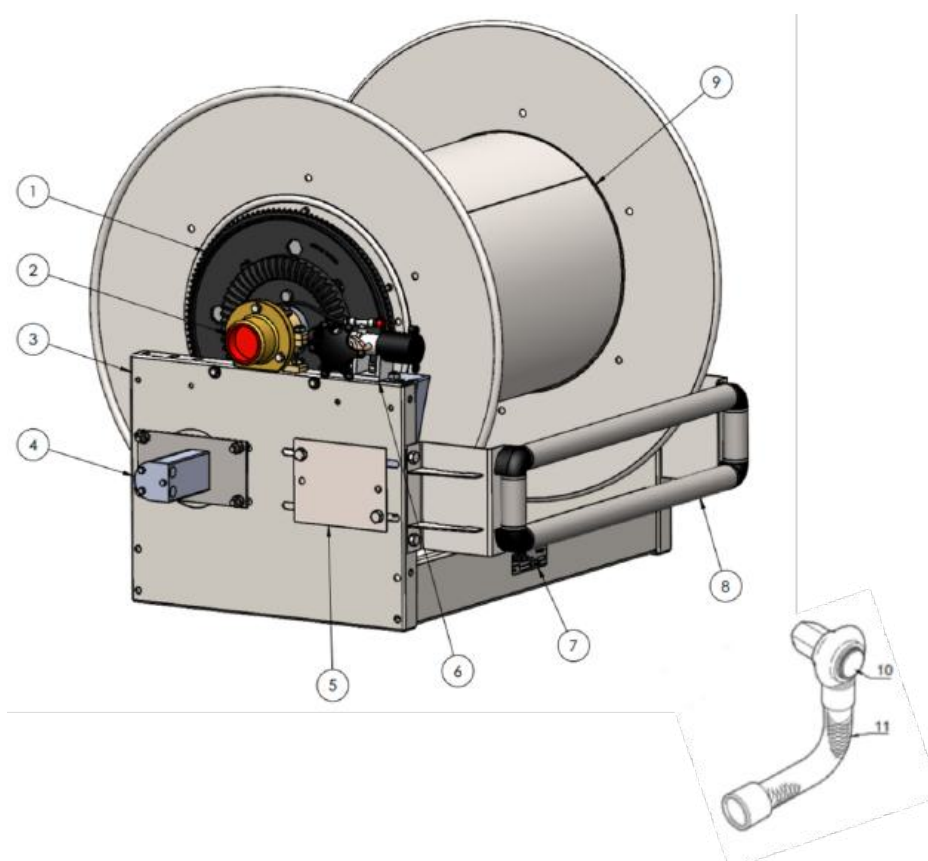

Figura 5 - Enrollador de manguera de rebobinado con motor hidráulico (Protector de cadena desmontado)
- 3.4.2.1 El enrollador de manguera básico consta de un conjunto de tambor colocado en el centro y soportado por dos cojinetes en el bastidor del enrollador de manguera, véase **Figura 5 - Enrollador de manguera de rebobinado con motor hidráulico**.